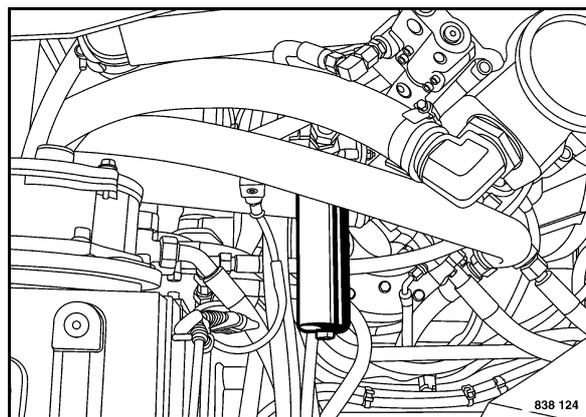

Fig. 210
- Svitare la scatola del filtro (Fig. 210) e rimuovere il bicchiere del filtro insieme alla cartuccia.